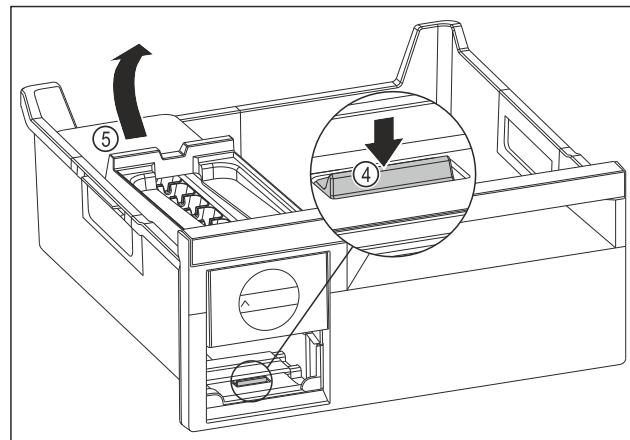

Fig. 212
- Изваждане на корпуса на EasyTwist-Ice: Натиснете езичето Fig. 212 (4) с пръст надолу и едновременно с това с другата ръка повдигнете корпуса на EasyTwist-Ice Fig. 212 (5) отзад.